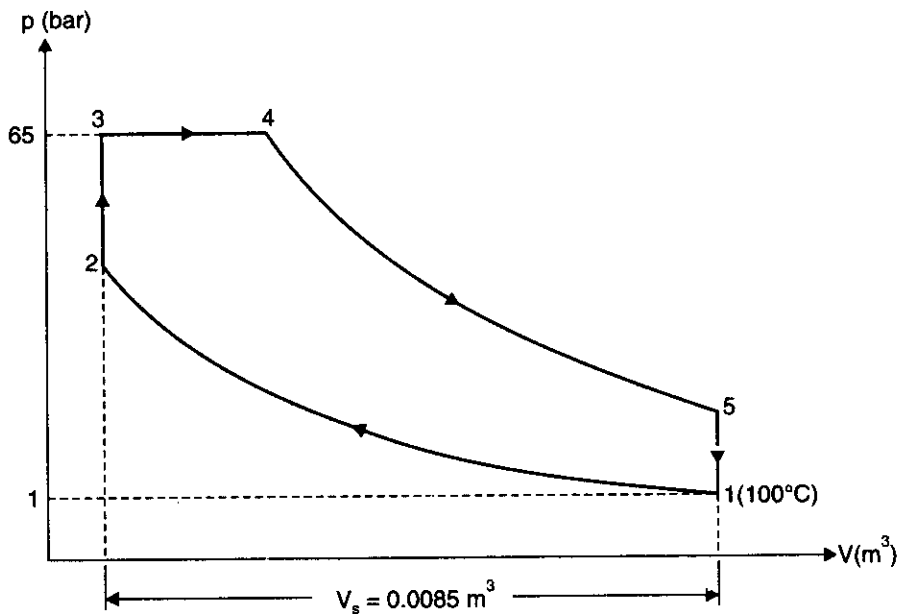

Fig. 13.24
**Solution.** Refer Fig. 13.24.